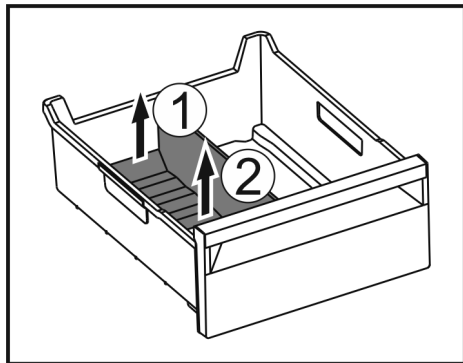

Fig. 139
- Sollevare la parte posteriore del divisore dello scomparto del ghiaccio. Fig. 139 (1)
- Rimuovere il divisore dello scomparto del ghiaccio verso l'alto. Fig. 139 (2)